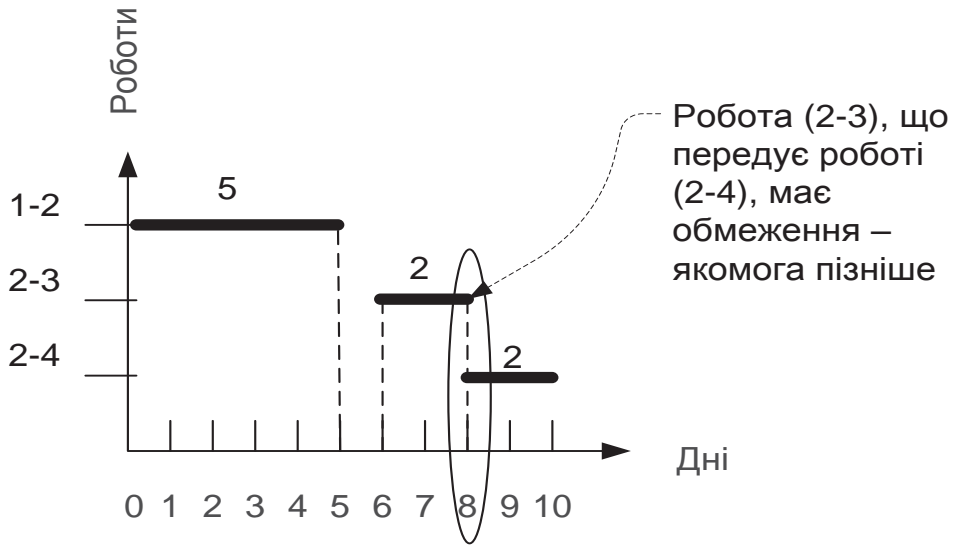

Рис. 5.29. Робота з обмеженням "якомога пізніше"
4. Закінчення роботи, яка виконується якомога пізніше, співпадає з початком наступної роботи. Наприклад, робота (2-3) має тривалість 2 і починається якомога пізніше. Наступна за нею робота (2-4) має фіксований початок – 8, тому закінченням роботи (2-3) буде день початку роботи (2-4), тобто на 8 день, а початок визначається як закінчення роботи (2-3) мінус її тривалість: $8 - 2 = 6$ (рис. 5.29).